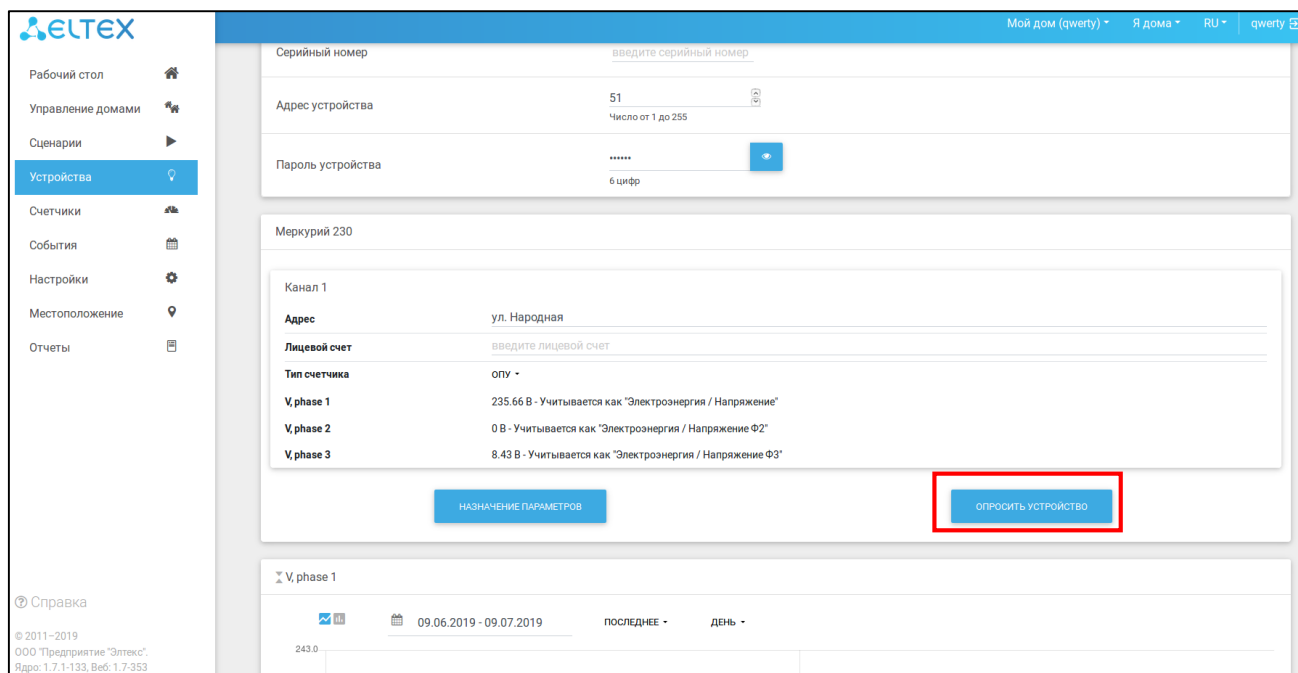

Рисунок 7 – Расположение кнопки «Опросить устройство»
- 10 Для проверки подключения нажмите кнопку «Опросить устройство» (рисунок 7) во вкладке настроек электросчетчика. Пример вывода результата опроса устройства показан на рисунке 8.